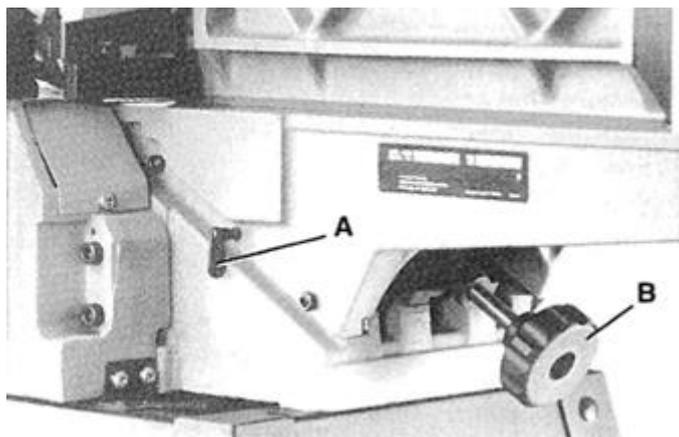

Рис. 26 Настройка приемного стола
Для того чтобы поднять или опустить загрузочный стол, открутите стопорный винт (A) – Рис. 26 и поверните рукоятку (B). Если приемный стол точно выровнен с резцами в их наивысшей точке вращения, затяните стопорный винт (A).